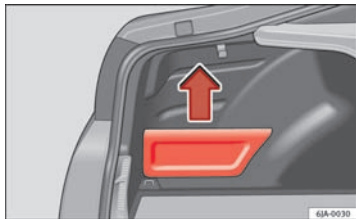

Fig. 96 Bagagerum: opbevaringsrum
- Grib fat i afdækningens overside, og træk den af i pilens retning ⇒ Fig. 96.